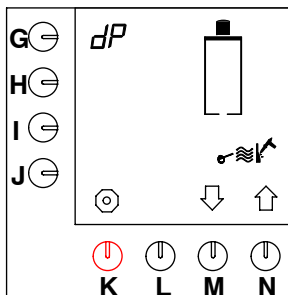

Fig. 15 Avvio del programma di disincrostazione della macchina di preparazione del caffè
- Sullo schermo viene visualizzato il programma di disincrostazione (vedere fig. 15).
- premere il tasto di programmazione (G.) fino a che sullo schermo viene visualizzato quanto illustrato nella fig. 15.